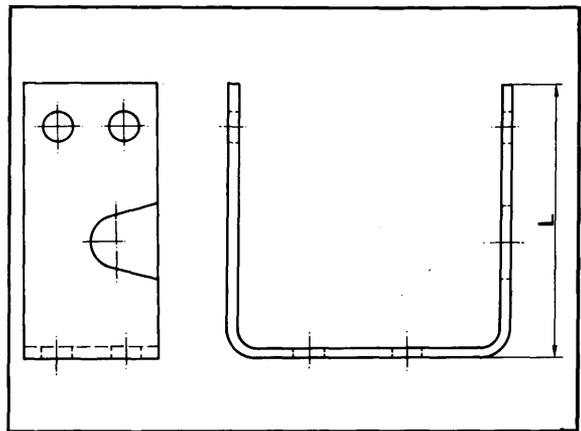

Figura 42-3/5
2.- Las versiones que se han montado del soporte de mando, son las que se especifican en la figura 42-3/6 y cuya situación es la siguiente: